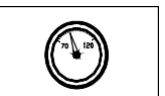

Fig.4
5. Réguler la pression d'air pour obtenir 70 PSI (4,8 bar) au niveau du pistolet. (Voir Fig. 4)